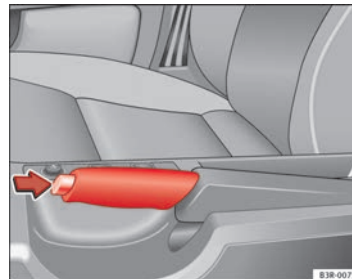

Abb. 152 Ausschnitt aus Mittelkonsole: Angezogene Handbremse
- Ziehen Sie den Handbremshebel etwas hoch *und* drücken Sie gleichzeitig den Sperrknopf ⇒ **Abb. 152** (Pfeil).